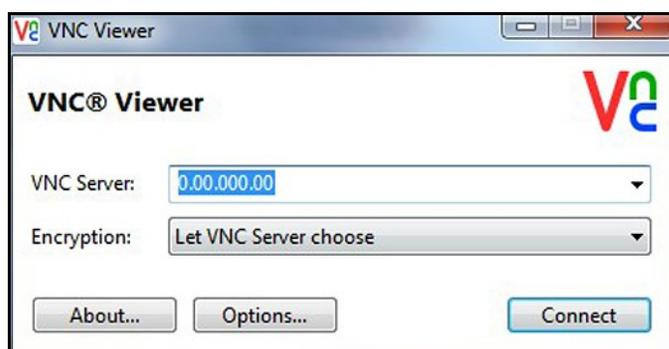

Figura 74: Pantalla de VNC Viewer
5. En el PC, acceda al sitio Web de RealVNC y descargue el software VNC Viewer. Inicie VNC Viewer e introduzca la Dirección IP anotada cuando se le pida (consulte la Figura 74). Haga clic en el botón **Conectar**.